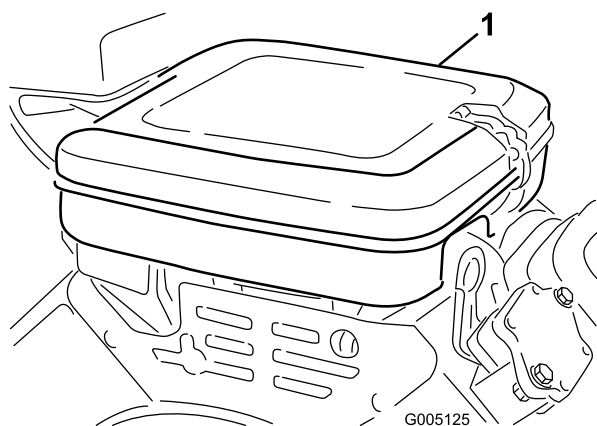

Figure 42
1. Ouvrez les clips de verrouillage et enlevez le couvercle du filtre à air (Figure 42). Nettoyez soigneusement le couvercle.